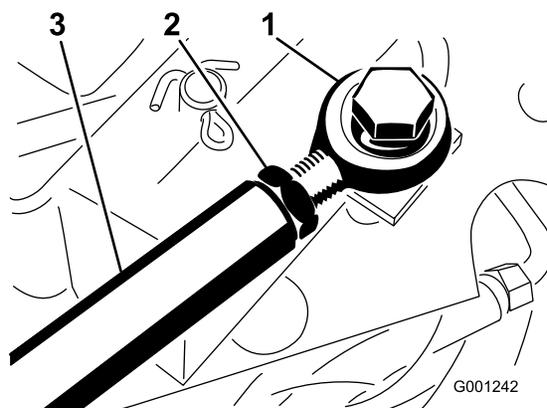

図 68
3. さらに調整が必要な場合は、走行ロッド (図 68) の調整を以下の要領で行う